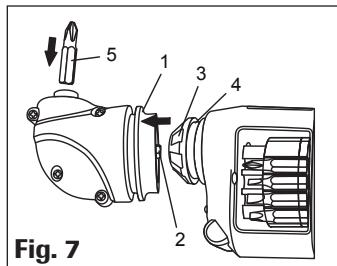

Fig. 7
2. Estrarre via la punta (3) dalla cassa magnetica.
3. Tirare via l'anello di sicurezza (1) della testa ad angolo (freccia fig. 7).
4. Inserire la vite esagonale (2) nel cono di montaggio (3). (Fig.7)
6. Selezionare la punta desiderata (5) dal tamburo e inserirla nell'apposita apertura della testa ad angolo. (Fig.7)